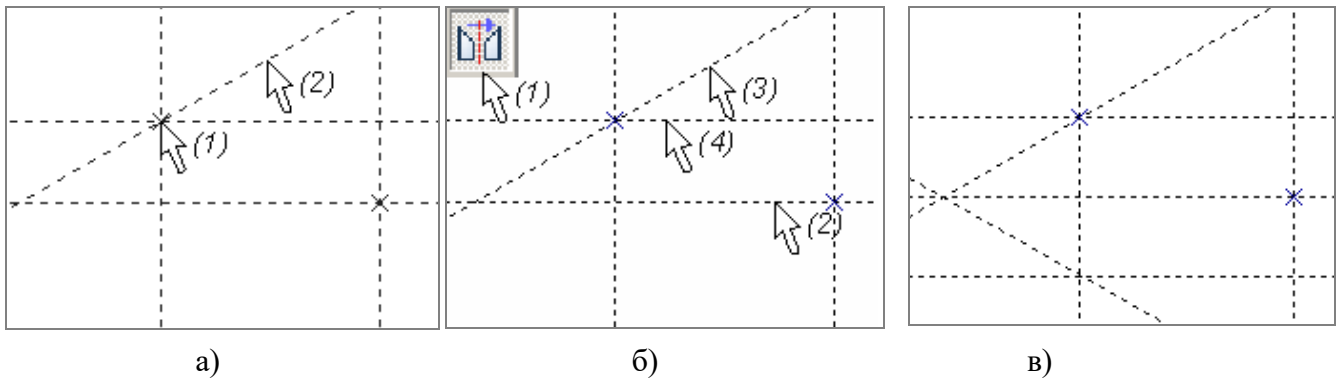

Рисунок 6 – Порядок построения наклонной и симметричных прямых
2.1.5 Постройте наклонную прямую, проходящую через узел чертежа. Порядок построения: выбрать точку пересечения перпендикулярных прямых или нужный узел чертежа (1), затем переместить курсор в нужное место экрана и нажать левую кнопку мыши (2) (рисунок 6а).
2.1.6 Постройте прямые, симметричные относительно горизонтальной базовой прямой (2) (рисунок 6б). Порядок построения: вызвать опцию «» (1), затем указать на ось симметрии (2), после этого на прямые (3) и (4), симметричные копии которых нужно создать. Результат выполнения команды – рисунок 6в).